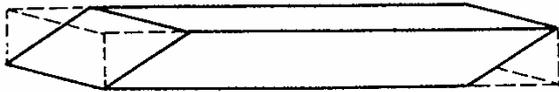
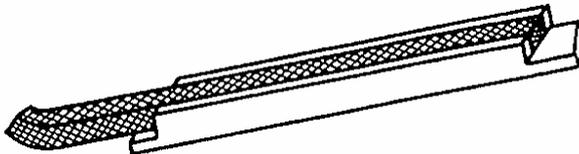

Fig. 13. Corte oblicuo de la prensaestopa
Fig. 14. Dispositivo para cortar anillo de prensaestopa
- Cortar nuevos anillos de empaquetadura, de preferencia con extremidades oblicuas (Ver Fig. 13). Para facilitar este corte se recomienda usar un dispositivo, fácil de construir, como se muestra en la Fig. 14.